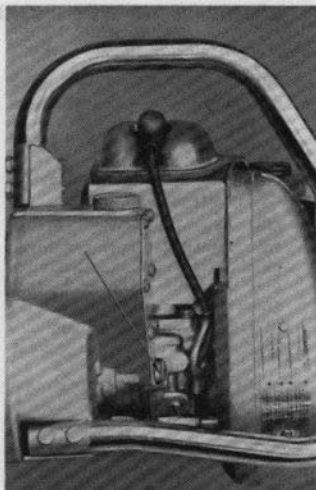

Bild 14
11. *Oljepumpen.* Denna är gängad in i oljetankens nedre del (bild 14). Vid demontering observera att den har vänstergångor. Använd en stor skruvmejsel, så att inte skruven förstöres.